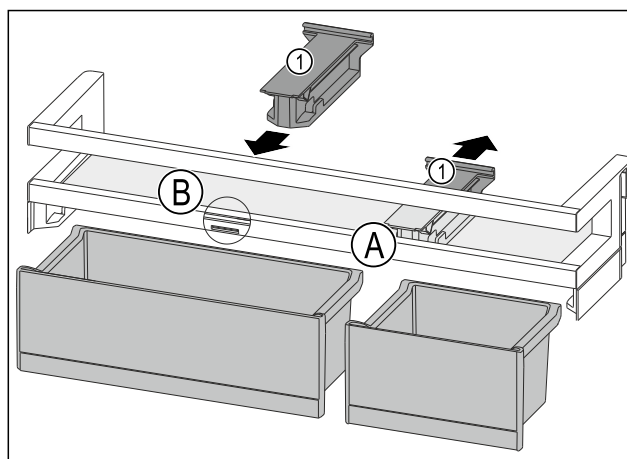

Fig. 87
- ▶ Držák Fig. 87 (1) v poloze Fig. 87 (A) stáhněte dozadu.
- ▶ Držák Fig. 87 (1) vložte v poloze Fig. 87 (B).